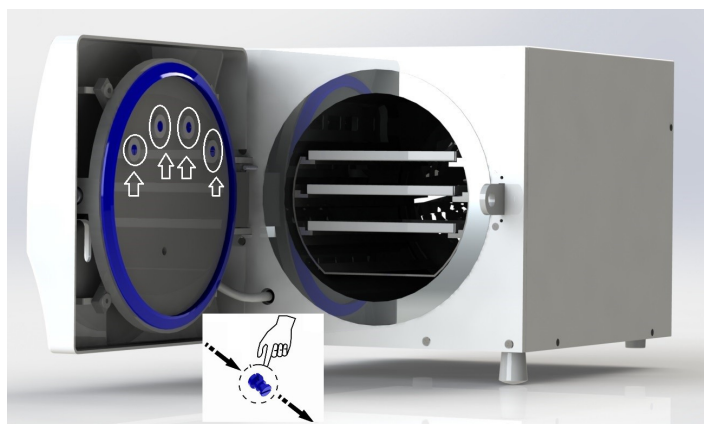

Fig .21
Nos casos de abertura das válvulas de *anti-vácuo* (Fig.01-12) e de *sobre pressão* (Fig.01-11) durante o processo de esterilização, as mesmas podem ser rearmadas pelo próprio operador. Quando ocorrer, deve-se acionar a tecla “**B**” (**CANCELA**) e verificar no indicador de pressão “**N**” (**MANÔMETRO**) se o ponteiro está indicando (0) zero, em seguida abra a porta frontal de sua Autoclave e aguarde o completo resfriamento. Proceda de acordo com a (Fig. 21) pressionando-as para que voltem na posição inicial. Caso continue o problema, solicite um técnico autorizado “**ALT**”.
3. Ao final do ciclo de esterilização novamente emitirá o sinal sonoro de (01) “bip” curto e a válvula de descarga abrirá eliminando a pressão interna da câmara. O indicador visual (**Esterilizando**) apagará e o (**DESPRESSURIZANDO INICIANDO SECAGEM**) ficará em movimento por 20 segundos **800**.
4. Após os 20 segundos quando passar de (**DESPRESSURIZANDO INICIANDO SECAGEM**) será emitido (01) um “bip” curto e o indicador visual (**SECANDO**), e será visualizado em “**G**”(Display), **500** e acenderá; (**Aquecendo**); **ON/OFF**.
5. O ciclo de secagem é de (10 a 20) dez a vinte minutos e novamente o indicador visual “**C**”(aquecendo) quando aceso indicará resistência ligada e apagado desligada. Ao final desse período (02) dois “bips” longos serão emitidos e “**A**” (ligado) ficará aceso podendo abrir a porta da autoclave. Após alguns segundos o Display se apaga.